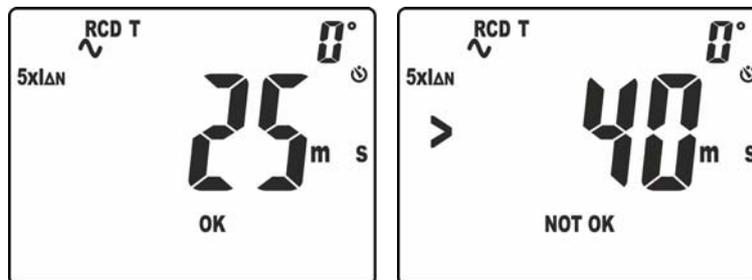

Fig. 36: Temps d'intervention en mode manuel avec $5xI_{\Delta n}$.
10. Le résultat correct de la mesure est affiché à l'écran (voir Fig. 36. à gauche) avec indication «OK».
11. Le résultat incorrect de la mesure (**temps d'intervention > 40ms**) est affiché à l'écran (voir Fig. 36. à droite) avec indication «NOT OK». L'instrument émet un bref son continu.
10. Le résultat correct de la mesure est affiché à l'écran (voir Fig. 36. à gauche) avec indication «OK». Il convient de noter la présence du temps d'intervention en haut à droite de l'écran.
11. Le résultat incorrect de la mesure est affiché à l'écran (voir Fig. 36. à droite) avec indication «NOT OK» (**courant d'intervention > 33mA**). L'instrument émet un bref son continu.